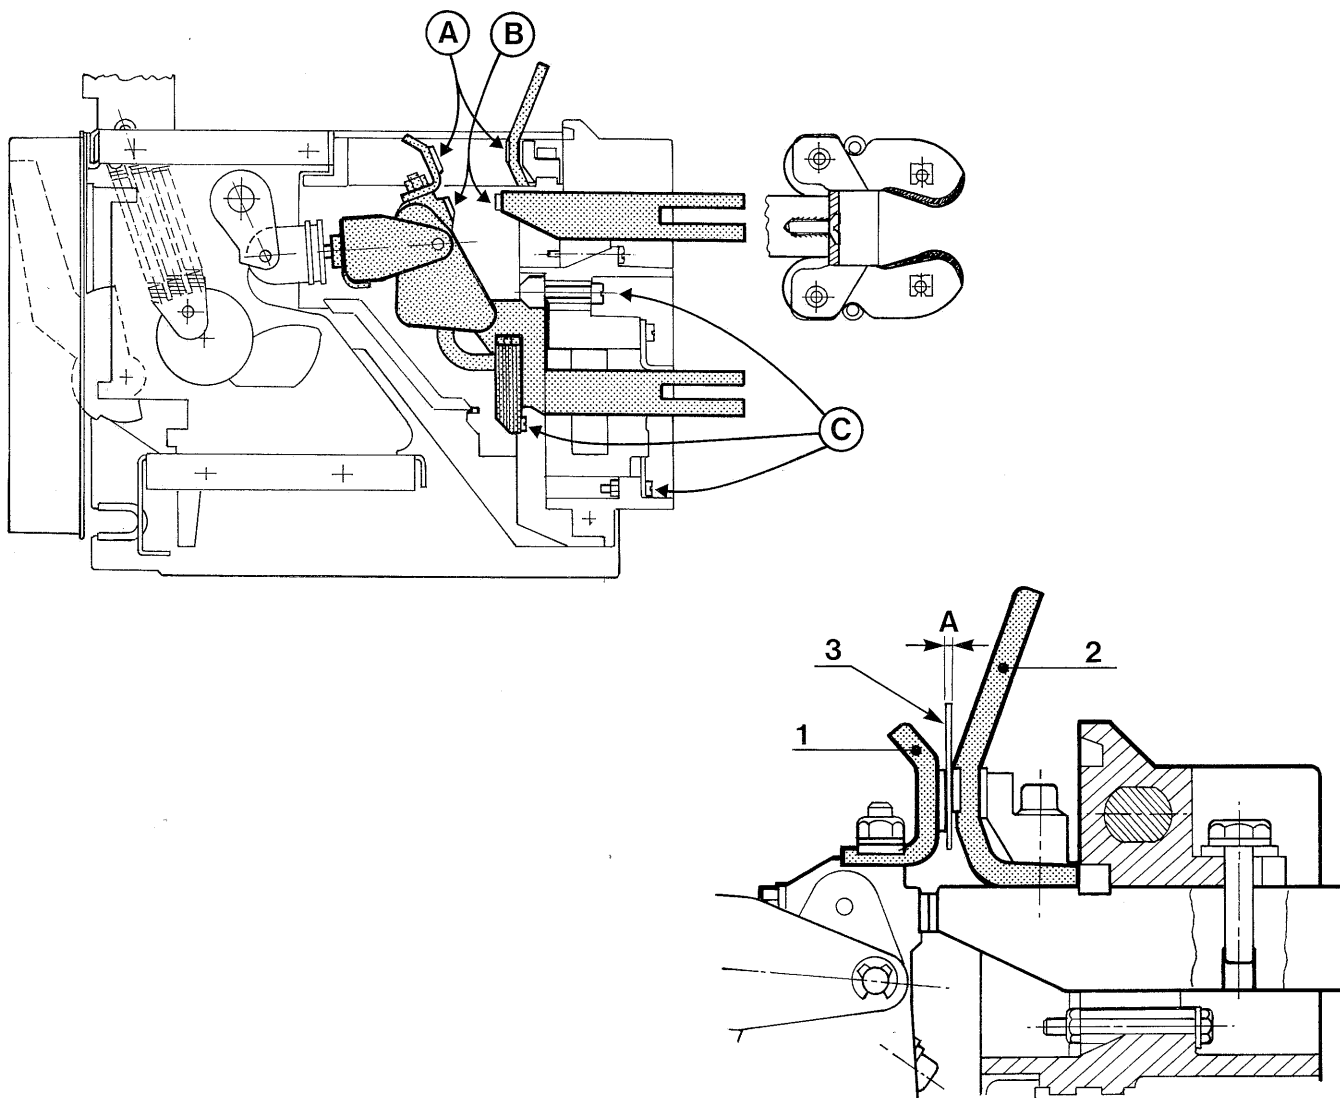

Fig. 16
Asportare le camere d'arco (5) - Fig. 16: svitare la vite (6) e sollevare la camera d'arco ruotandola come in figura per svincolare l'appendice (a) dalla sede (b) posta sulla base isolante dell'interruttore.
Remove the arc-chutes (5) - Fig. 16: unscrew the screw (6) and lift the arc-chute up by tilting it as shown in the figure, to release the appendix (a) from seat (b) on the circuit-breaker insulating base.